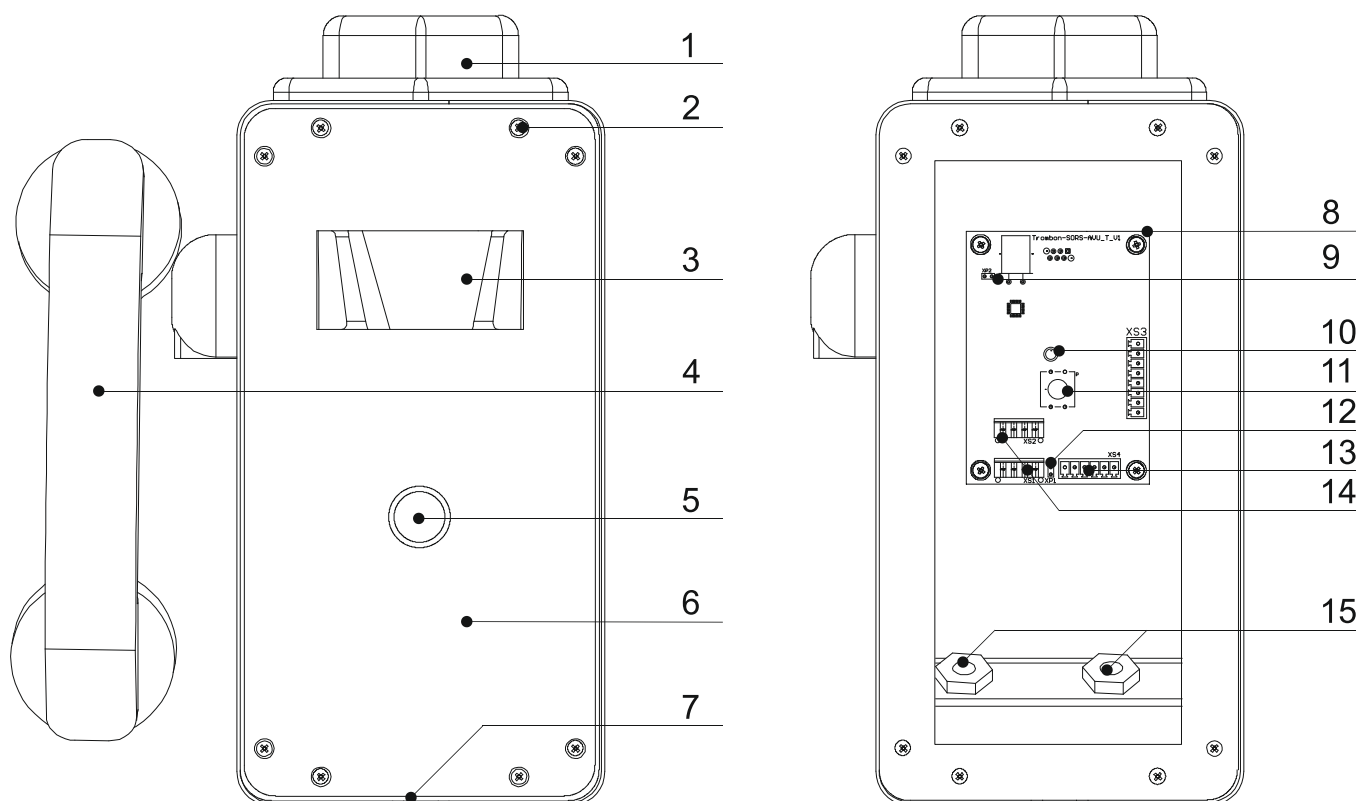

Рисунок 1. Внешний вид ABY и вид на ABY со снятой крышкой.
АБУ имеет два 4-х контактных разъема рис. 1. поз. 14. Разъемы включены параллельно и предназначены для питания АБУ и организации связи с ЛБС и другими вызывными устройствами по интерфейсу RS485.
Шести контактный разъем рис. 1 поз. 13 предназначен для подключения кабеля от крышки АБУ к печатной плате устройства. Данный кабель должен быть подключен по окончании монтажа АБУ, перед установкой крышки.
3). Снимите крышку АБУ. Подключите к разъемам рис. 1, поз. 14 линии связи с ЛБС и другими АБУ системы. АБУ подключаются к линии связи с ЛБС последовательно, соединений типа «звезда» на одной линии не допускается. Для удобства подключений АБУ имеет два разъема, контакты которых соединены параллельно. К одному разъему подключается линия связи от ЛБС или предыдущего АБУ в линии, ко второму – линия связи со следующим АБУ. Назначение разъемов и контактов АБУ указано в приложении 1. Схема подключения АБУ к ЛБС приведена в приложении 2.
4). Включите согласующие резисторы у последних АБУ в каждой линии. Включение резистора выполняется установкой перемычки на два контакта рис. 1, поз. 12.
б). Подключите кабель от крышки АВУ к разъему рис. 1 поз. 13. Установите крышку АВУ на место, закрепите ее винтами.
При изменении конфигурации системы или установке в систему ранее использованного АВУ, необходимо выполнить смену его адреса на заводской (по умолчанию). Только после этого возможно запрограммировать это АВУ в систему. Для смены адреса на заводской необходимо на клеммы АВУ рис. 1 поз. 9 установить перемычку, после этого подать питание на АВУ. Адрес АВУ будет заменен на заводской. После этого необходимо снять перемычку и запрограммировать АВУ в систему.